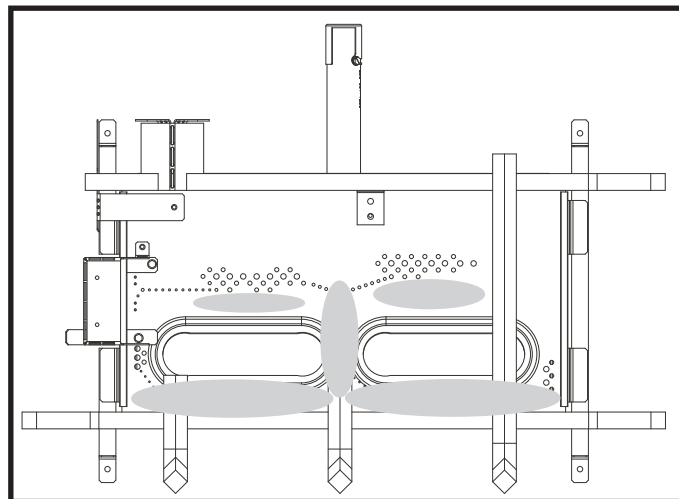

Figure 11.10. Emplacement de Glowing Embers dans les endroits ombragés
- Placez les morceaux de Glowing Embers® de la taille d'un dix sous, immédiatement devant la rampe d'orifices, mais pas sur ou entre les orifices (voir figure 11.10). Faites attention de ne pas recouvrir les orifices. Le non-respect de ces instructions peut entraîner des problèmes d'allumage et de suie.